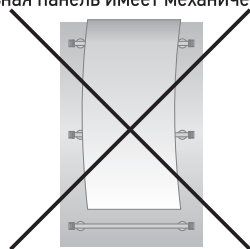

Рис. 5
3.7. Запрещается накрывать нагревательную панель дизайн-радиатора во избежание ее перегрева, полотенца и другие текстильные изделия размещайте только на полотенцедержателях (рис. 5).